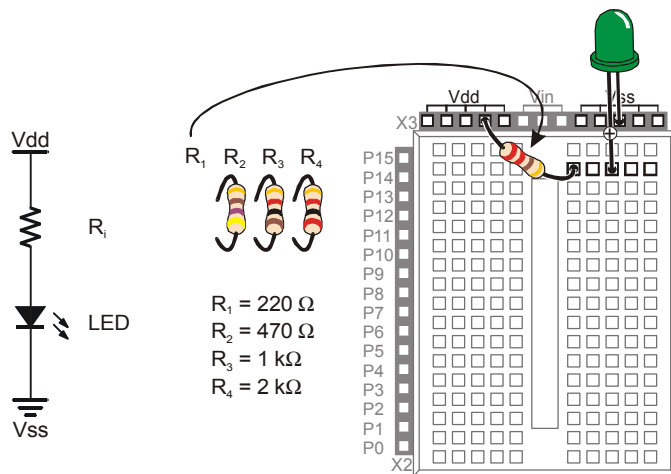

Figura F-1
Il valore della resistenza di R_i nella Figura F-1 può essere cambiato. Una minor resistenza permette lo scorrimento di più corrente attraverso il LED, per cui si illumina di più. Una maggior resistenza diminuendo la corrente che scorre nel circuito del LED ne causerà l'affievolimento.
- ✓ Iniziate con il circuito mostrato in Figura F-1, ma usate una resistenza da 1 kΩ.